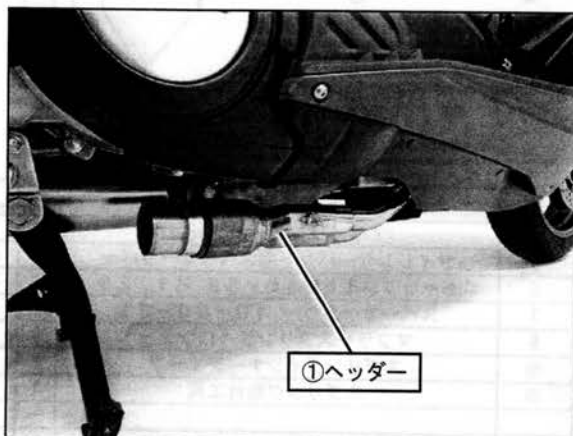

FIG. 5
5. STDエキゾーストガスケットを使用して①ヘッダーをSTDナットで車両に仮締めして下さい。(FIG. 5, 6参照)